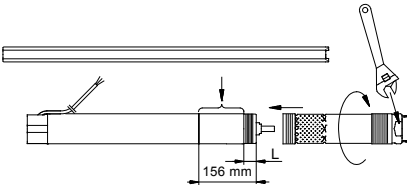

Fig. 6
1. inserire il motore orizzontalmente in una morsa e serrare, vedere fig. 6.
Servirsi di una chiave opportuna che imbocchi sui piani dell'estremità del corpo pompa opposta al motore, vedere fig. 6.